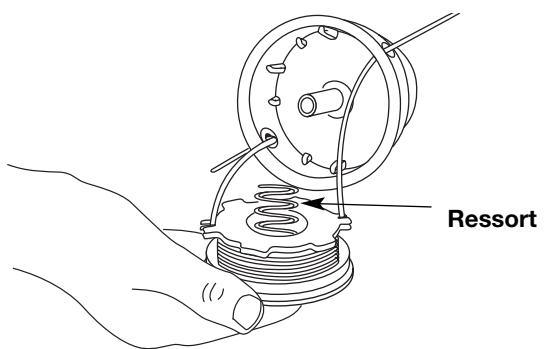

Fig. 24
13. Insérez les extrémités du fil dans les œillets de la bobine extérieure et placez le moulinet et le ressort dans la bobine (Fig. 24). Enforcez le moulinet et la bobine ensemble. Tout en tenant le moulinet et la bobine, saisissez les extrémités et tirez fermement pour dégager le fil des fentes de retenue de la bobine.
5. Insérez les extrémités du fil dans les œillets de la bobine extérieure (Fig. 24).